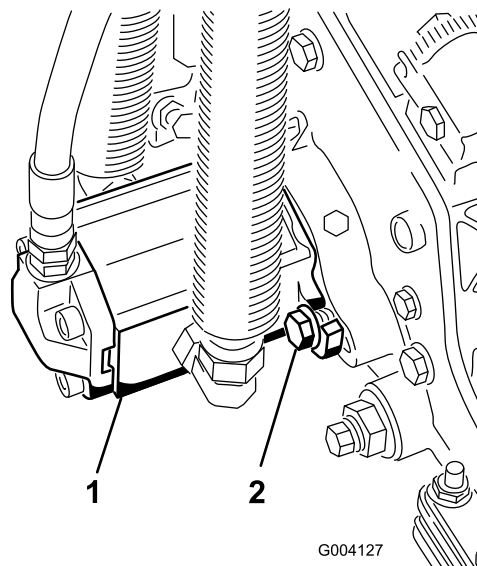

Figura 20
17. Montate il motore ruotato in senso orario in modo che le flange del motore non tocchino i bulloni (Figura 20).